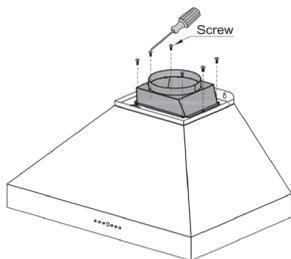

Figure 5.
7. Installez l'adaptateur de sortie d'air au-dessus de la hotte avec les vis fournis. Figure 5